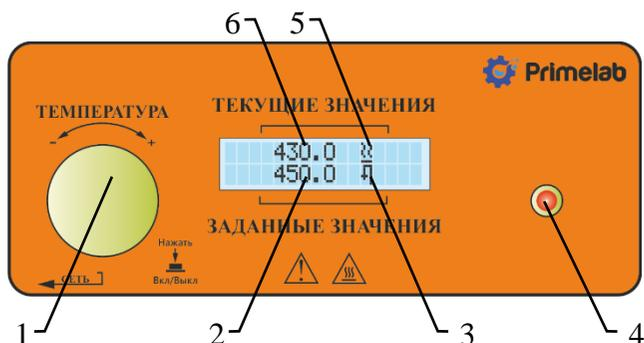

Рис. 9.1 Внешний вид лицевой панели прибора
Подключить кабель питания к разъему питания 3 на задней части корпуса прибора (рис. 9.1).
9.1.1 Внешний вид лицевой панели прибора приведен на рис. 9.1.
9.2.1 При помощи вращения ручки 1 (рис. 9.1) можно изменять значение требуемой температуры нагрева от  $0$  до  $550\text{ }^{\circ}\text{C}$  с шагом  $1\text{ }^{\circ}\text{C}$ . При вращении по часовой стрелке значение растет, и наоборот, при вращении против часовой стрелки уменьшается. При кратковременном нажатии на ручку 1 включается нагрев. При вторичном кратковременном нажатии на ручку 1 нагрев выключается. Если внешний датчик температуры РТ 1000 не подключен, то при включенном нагреве прибор будет поддерживать температуру плиты. Если этот датчик подключен, то при включенном
Индикация всех значений параметров, сигнальных значков, надписей выводится на дисплей в две строки (рис. 9.1).
11.1 Сигнальный символ «Подключение датчика температуры РТ 1000 подключен» (рис. 9.1) отображается после подключения датчика температуры в разъем. Регулятор нагрева поддерживает температуру рабочей среды, используя показания этого датчика. Значения текущей температуры (°C) нагревательной плиты заменяется значением текущей температуры (°C) рабочей среды.